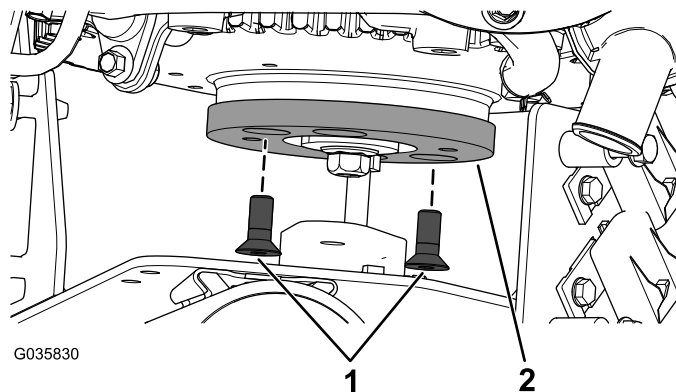

Figure 5
1. Retirez les vis à tête plate creuse hexagonale de la plaque adaptatrice (Figure 5).
2. Déposez la plaque adaptatrice (Figure 5).